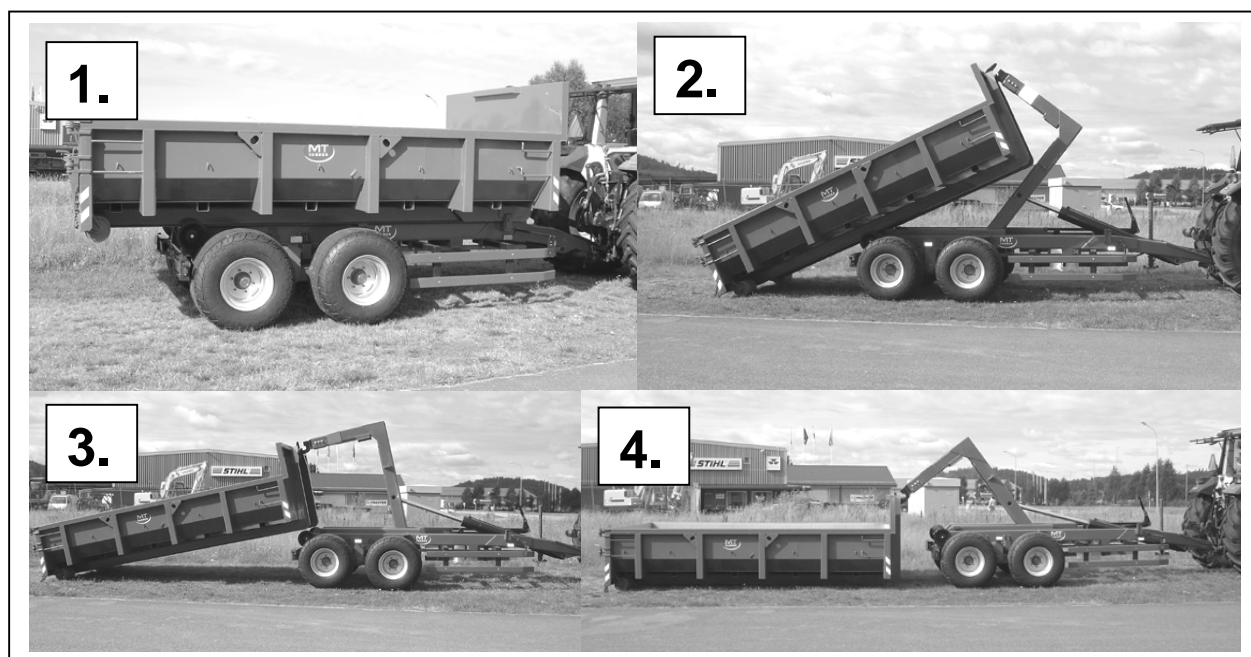

Bild 10 – Att lasta av ett flak från växlarevagnen (Bilderna visar MT8-12).
2. Sänk ned boggieblockeringarna mot boggivaggorna, lås med sprinten i lämpligt håll. Boggieblockeringen är till för att hindra att traktorn lyfts upp när man drar upp tunga flak. Vid växling av tomma flak behövs i regel inte boggieblockeringen. Börja att lyfta armen från parkeringsläge (Bild 10, Pos. 1).
5. När stödrullarna på flaket tar i marken (Bild 10, Pos. 2), börja att sakta köra traktorn framåt i samma hastighet som krokarmen rör sig. Underlag, lutning och markförhållanden får avgöra om traktorn ska backas eller följa med framåt när flaket lastas av.
6. När krokarmen (ram III) står ca. 90-120° (Vinkel A, pos. 2, bild 9) från huvudramen kan tornet vikas tillbaka. Kontrollera under hela tiden att flaket lämnar chassit och inte fastnar (Bild 10, Pos. 3). Sänk ned flaket helt mot marken.
7. Sänk ned och haka loss kroken från bågen. Vik tupp armen och ställ den i parkeringsläge om inte ett nytt flak omedelbart ska dras upp. (Bild 10, Pos. 4).